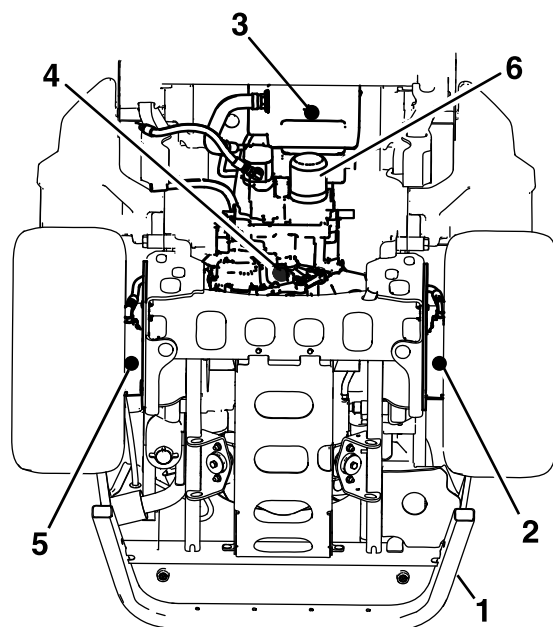

Figure 72
(Figure 72).
5. Enlevez chaque bouchon de vidange et vidangez le liquide hydraulique (Figure 72).
6. Nettoyez la surface autour du filtre à huile hydraulique et retirez le filtre (Figure 72).